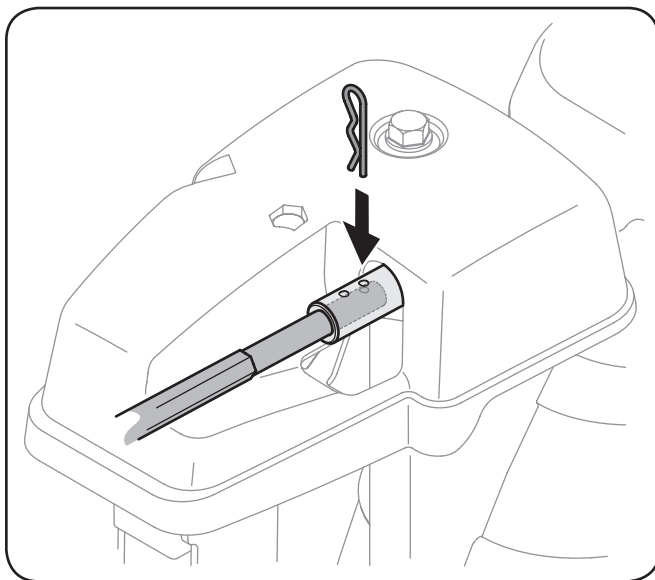

Figura 3-8
6. Empuje la barra de control del canal hacia el panel de control hasta que el agujero en las líneas de varilla con el agujero del medio en la entrada de control del canal e inserte la chaveta. Ver la Figura 3-8.